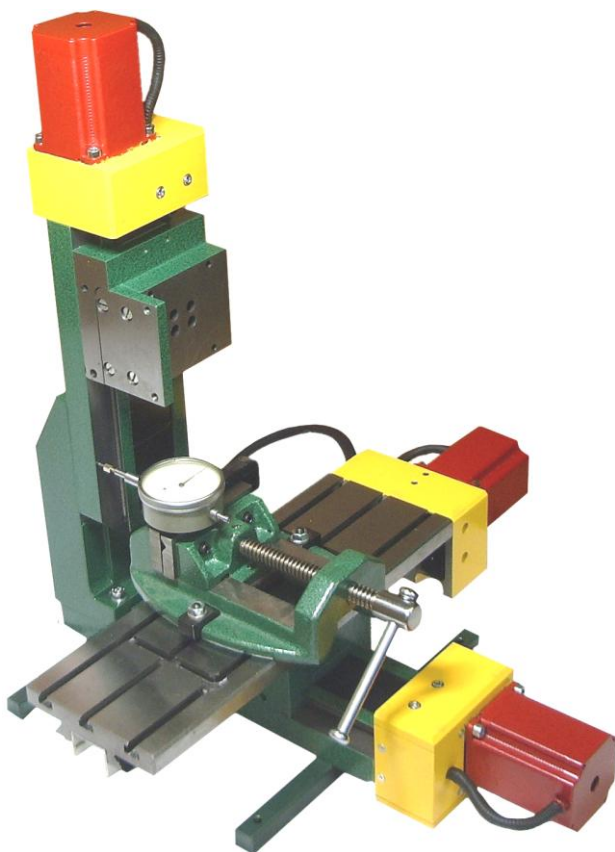

Рис. 26. Установка индикатора для измерения зазора по оси **Y**.
- 2.5.6.5** Запустить перемещение в обратном направлении. Остановить перемещение, когда стрелка индикатора отклонится на 0.1 мм. Запомнить величину теоретического перемещения по нужной координате, которое отобразится в поле отсчёта главного окна программы **Mach3** (**Рис. 29**). Из величины теоретического перемещения (**Рис. 26**) вычесть величину фактического перемещения (т.е. 0.1 мм.). Получившееся значение будет величиной зазора винтовой пары.